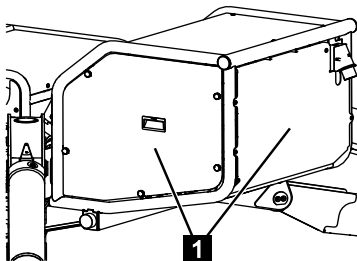

Fig. 196
3. Dévisser les capots (Fig.196/1).